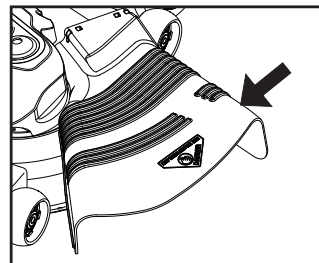

Fig. 13
PRECAUCIÓN: No opere la segadora sin, ya sea, el recogedor de césped completo en las segadoras así equipadas o con la protección contra la descarga (S) en su lugar. (Vea Fig. 13)